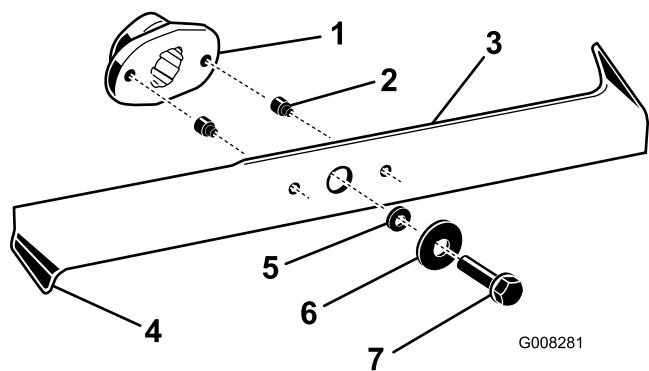

Figura 41
2. Controllate i taglienti (Figura 41). Se i taglienti non sono affilati o presentano intaccature, togliete le lame ed affilatele; vedere Affilatura delle lame.
4. Sostituite immediatamente i perni di sicurezza se sono spezzati (Figura 41).
3. Togliete i bulloni, le rondelle e le lame (Figura 41). In sede di rimozione dei bulloni, per bloccare le lame inserite un blocco di legno tra ogni lama e il tosaerba.
3. Controllate le lame, in particolare i bordi curvi (Figura 41). In caso di usura o scanalature in questa
1. Montate le lame, le rondelle e i bulloni delle lame (Figura 41).